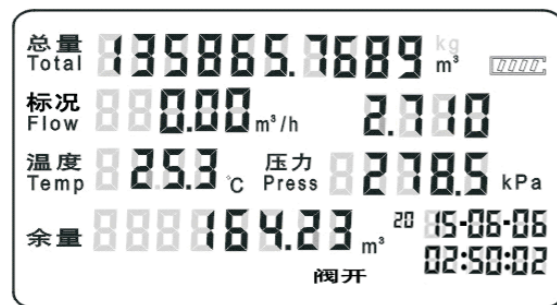

图7 工作状态显示图
6.1.9.3 未开户时正常显示的第三屏界面如图7，显示的总量为标况总量，单位为 $m^3$ ；，最后一行为余量，单位为 $m^3$ ，瞬时流量显示标况流量，第二行右边显示转换系数。当有气量时，检定总量累加，余量扣减，当开户后，根据气价把余量换算成金额扣除。